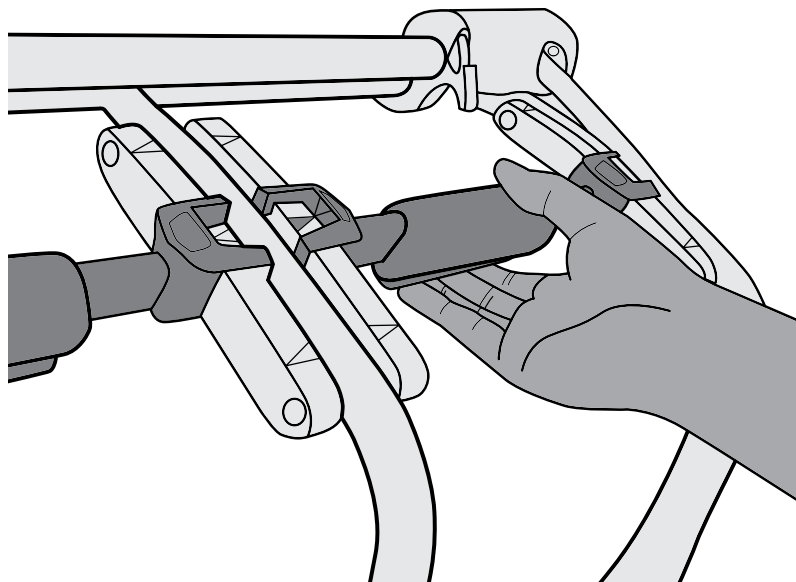

Figure 23
1. Pour ajuster l'inclinaison indépendante, appuyez sur le bouton jaune au bas du support du siège. Faites glisser le mécanisme selon le réglage de votre choix, puis relâchez le bouton jaune (Figure 23).